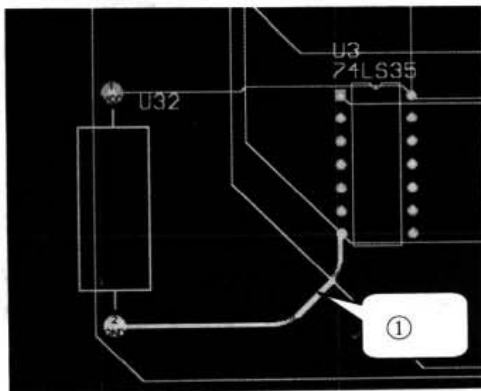

图 10-138 修改后的电路图
- (1) 单击 PCB 工作窗口下边的 Top Layer 标签，将工作层由当前层切换到 Top Layer（顶层），使顶层为当前层。
- (2) 执行命令 Tools|Un-Route|ALL，拆除所有布线；执行 Tools|Un-Route|Net 命令拆除选定网络的布线；执行 Tools|Un-Route|Connection 命令拆除所选的一条连线；执行 Tools|Un-Route|Component 命令拆除与所选元件相连的导线。
- (3) 光标变为十字形，移动光标到需要拆除的连线或网络上，单击鼠标的左键，连线就被删除了。
- (4) 执行菜单命令 Place|Line 或在工作区单击鼠标右键，在弹出的菜单中选择 Place Line，
在拆除导线的地方重新布线，结果如图 10-138 中①所示（为显示清楚，将布线宽度增加了 1 倍）。